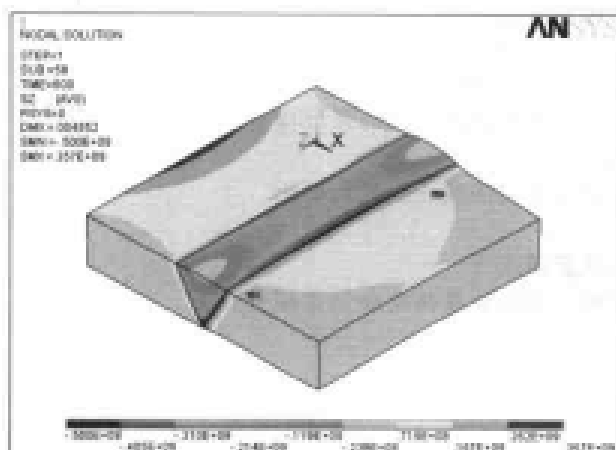

图 13-96 Z 方向应力等值线图
(8) 选择 Main Menu | General Postproc | Plot Result | Contour Plot | Nodal Solu 命令, 出现 Contour Nodal Solution Data 对话框, 选择 Nodal Solution | Stress | Z-Component of stress 选项, 单击 OK 按钮, ANSYS 窗口显示周向应力场分布等值线图, 如图 13-96 所示。